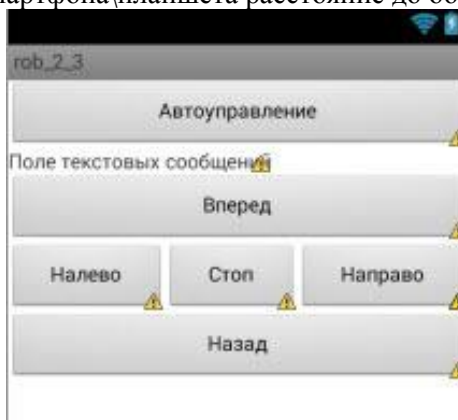

Рис.1. Интерфейс приложения на смартфон
2. Перемещаться в пространстве под управлением устройства на основе ОС Android (рис. 1) и выводить на экран смартфона\планшета расстояние до объекта, преграждающего путь.
Управление комплексом осуществляется из созданного приложения на смартфон (рис. 1) посредством беспроводного интерфейса BlueTooth. Поворот комплекса происходит по принципу танковых гусениц (колеса крутятся в разные стороны, в зависимости от выбранной стороны поворота).